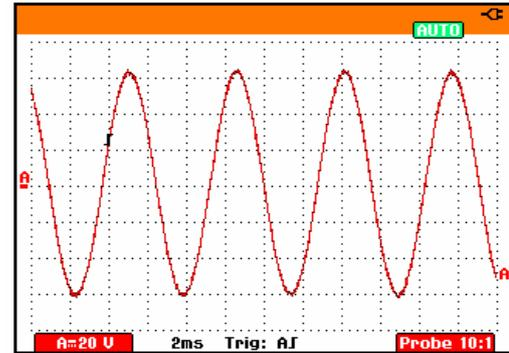

Abbildung 7. Die Anzeige nach einem Auto-set
Der Schreibspuranzeiger (A) ist unten rechts auf der Anzeige zu sehen, wie in Abbildung 7 dargestellt. Das Null-Symbol (⊖) für Eingang A auf der linken Seite der Anzeige zeigt den Massepegel der Signalform an.